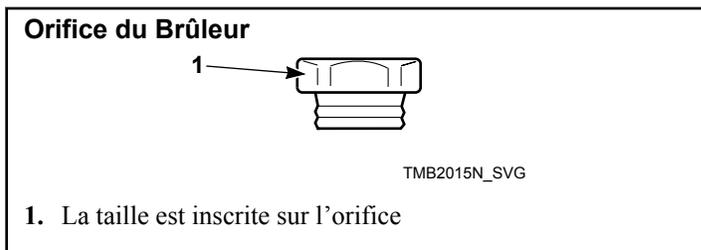

Figure 21
3. Installer les nouveaux orifices de brûleur pertinents. Se reporter à la *Figure 21* et à la *Tableau 15*. Serrer chacun d'entre eux à 9-10 Nm.
4. Réinstaller le dispositif de support d'orifice sur le robinet de gaz, en s'assurant que les orifices sont alignés sur l'ouverture du tube du brûleur. Voir *Figure 21*.